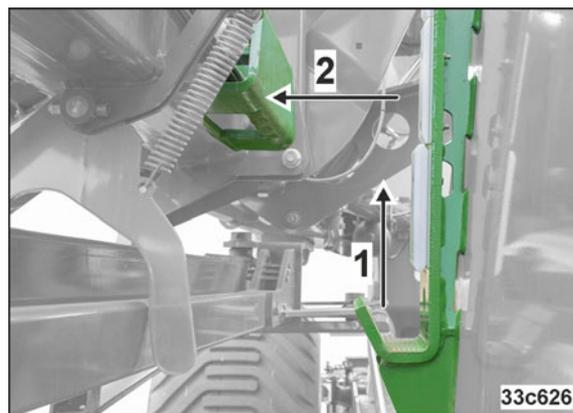
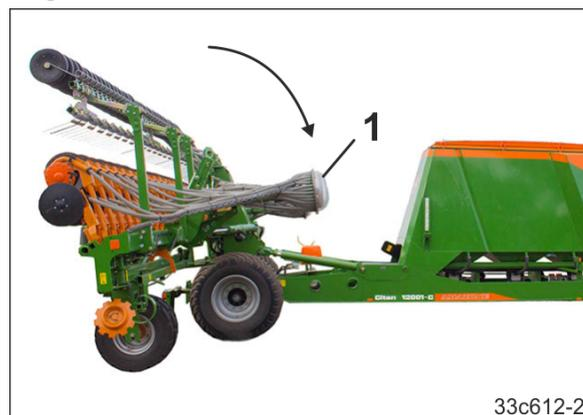

Fig. 224
Fig. 225
Conduisez le tracteur légèrement en biais devant la machine. Ainsi, vous voyez mieux les crochets (Fig. 224/1) pour les bras de la machine.
3. Actionner le distributeur *jaune* jusqu'à ce que les bras de la machine se libèrent de la poche de transport (Fig. 224/1).
Actionner le distributeur *vert* 1 jusqu'à ce que les bras de la machine (Fig. 224/2) et les têtes de distribution soient dépliés (voir Fig. 225/1).